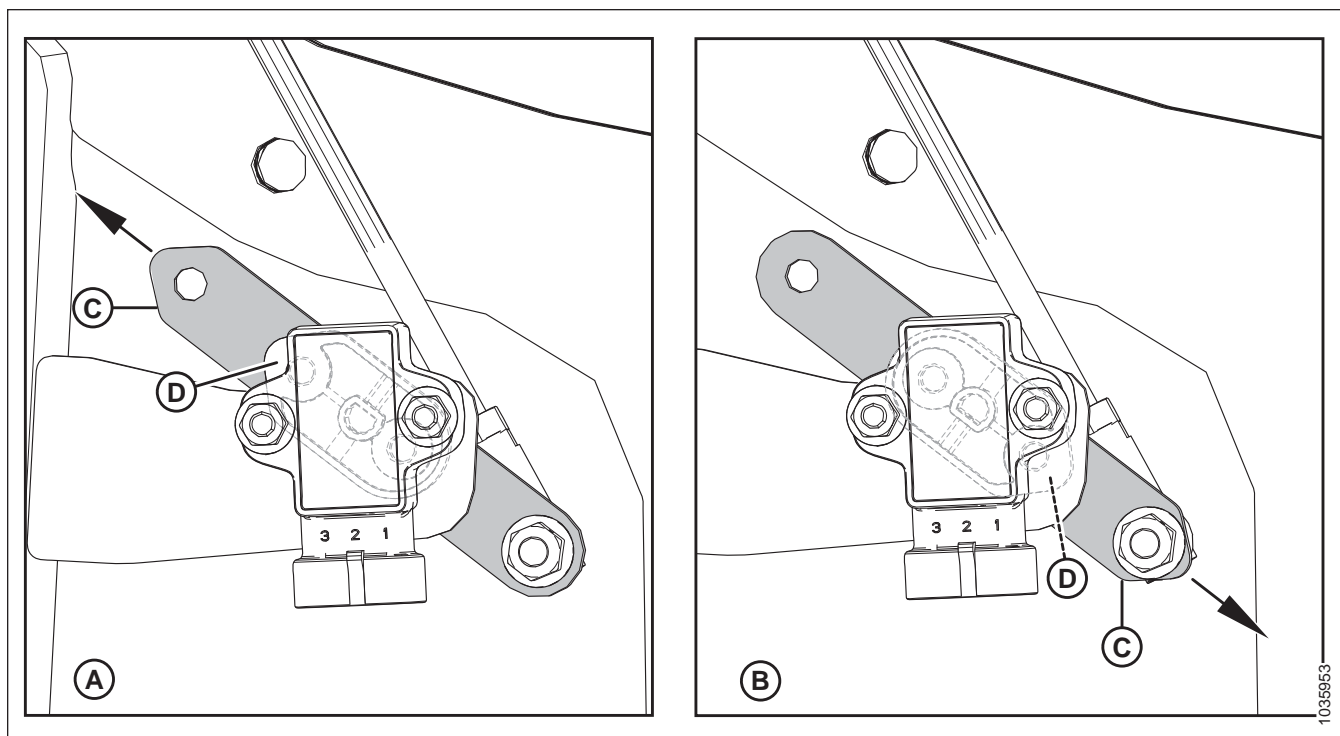

Рисунок 3.131: Конфигурация рычага/указателя датчика
Проверьте правильность конфигурации рычага (C) и указателя (D) датчика для вашей машины, см. рис. 3.131, страница 128.